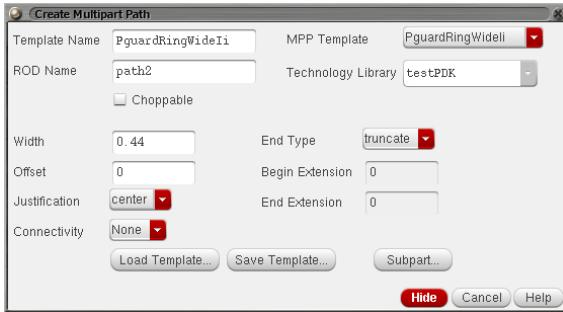

図 41: Create Multipart Path メニュー
3. この状態で F3 キーを押して、図 41 に示す Multipart Path のメニューを表示させる。